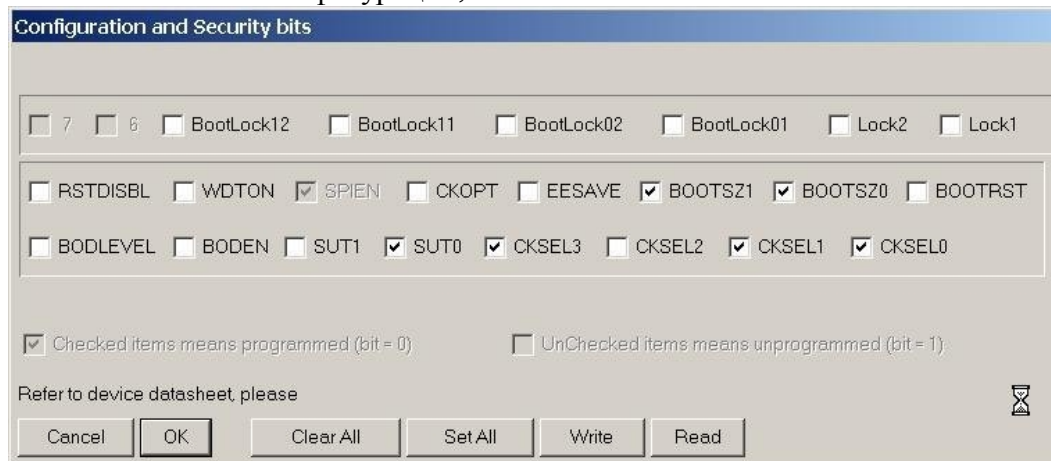

Рис.5
2. Зашиваем биты конфигурации, как на Рис.5